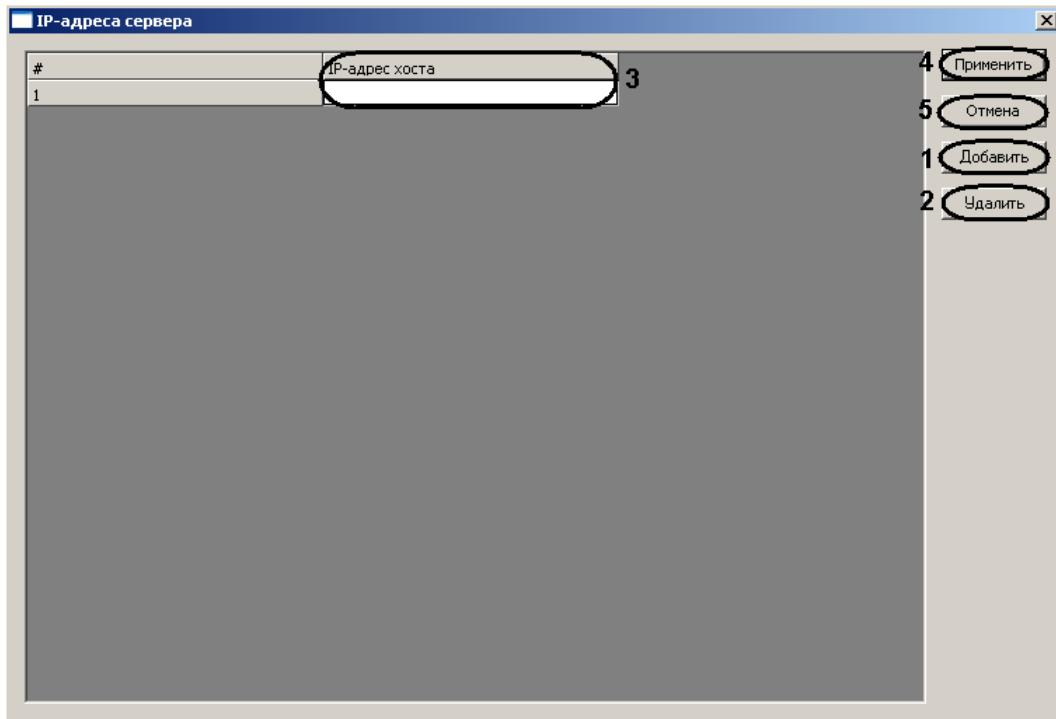

Рис. 3.6—4 Настройка серверов для отправки сообщений
11. Выбрать метод отправки сообщений из соответствующего раскрывающегося списка (см. Рис. 3.6—2, 11).
12. Задать IP-адреса серверов для отправки сообщений. Для этого необходимо нажать кнопку **IP сервера** (см. Рис. 3.6—2, 12).
- Откроется окно **IP адреса сервера** (Рис. 3.6—4).
- 12.1 Нажать кнопку **Добавить** (см. Рис. 3.6—4, 1) и ввести в столбце IP-адрес сервера в соответствующем столбце (см. Рис. 3.6—4, 3).
*Примечание 2. Для удаления какого либо сервера необходимо выделить соответствующую строку в таблице и нажать кнопку **Удалить** (см. Рис. 3.6—4, 2).*